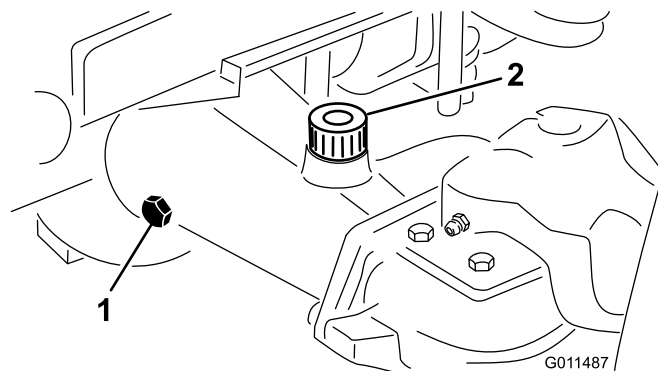

Figura 64
2. Retire o tampão de verificação que se encontra na extremidade do eixo e certifique-se de que existe lubrificante até ao fundo do orifício (Figura 64).